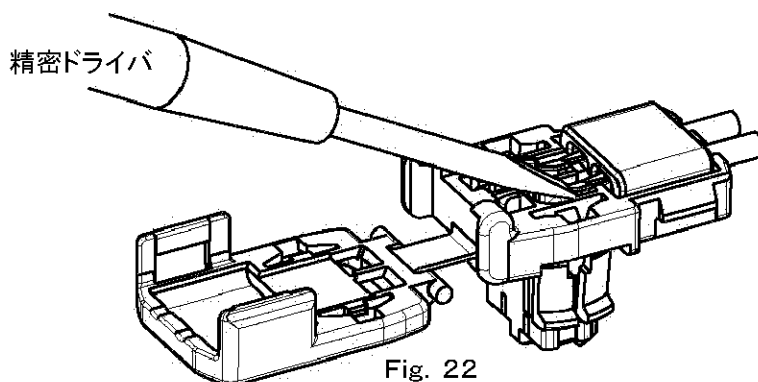

Fig. 22
- ① Fig. 22の位置に幅1mm程度の精密ドライバをあて、両端子を持上げる。